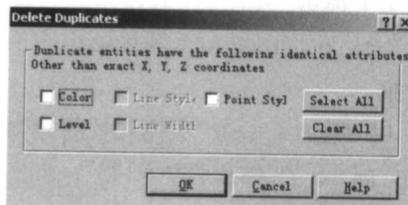

图 1-35
(7) 删除重复图素增加了一个对话框，如图 1-35 所示，选 Delete→Duplicates→Points/Lines/Arcs/...命令，显示“删除重复”对话框。